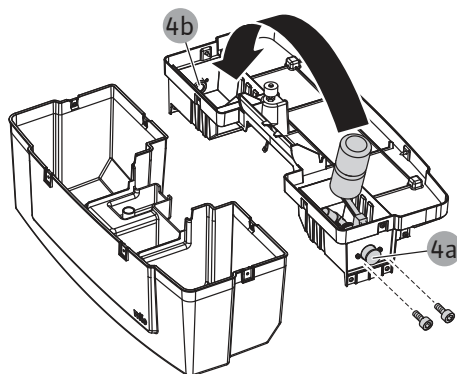

Fig. 17: Sejměte kryt doplňovací nádrže a povolte šrouby pro uchycení doplňovacího ventilu
6. Vyměňte šrouby držáku doplňovacího ventilu (Fig. 17).